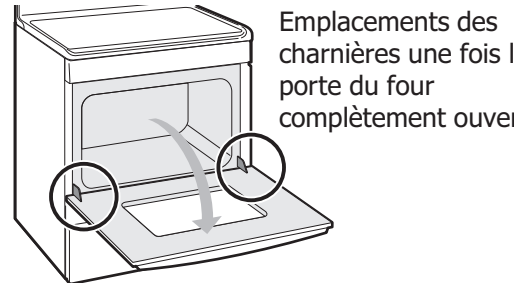

Figure 7: Emplacements des charnières de la porte du four
1. Ouvrez complètement la porte du four (Figure 7).
3. Ouvrez complètement la porte du four. (Figure 7).